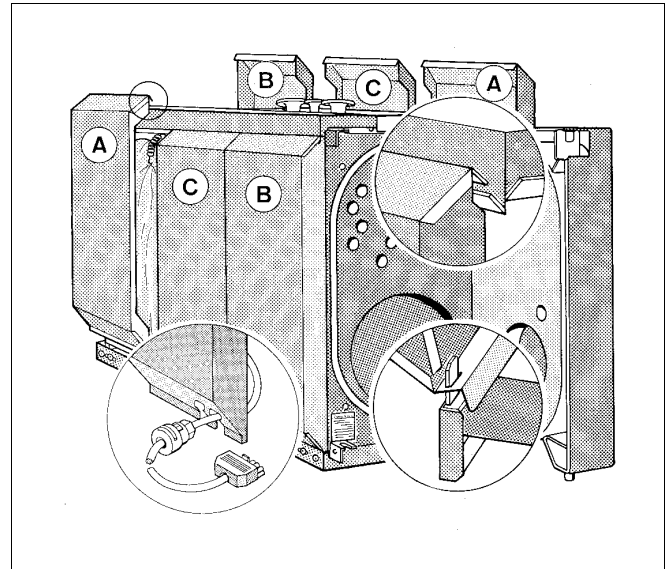

Abb. 14 Montage Brennerkabel
- Brennerkabel mit Zugentlastung von unten so in den Schlitz der Seitenwand einführen, dass die Zugentlastung in der Bohrung sitzt (Abb. 14).
- Durch Drehen der Kunststoffhülse Brennerkabel in der Zugentlastung feststellen (Abb. 14).
Die Buchstabenmarkierung auf den Seitenwänden beachten (Abb. 14).
Bei Kesselgröße 230 und 310 werden nur 2 Seitenwandteile montiert, das mittlere Seitenwandteil mit der Markierung „C“ entfällt (Abb. 14).
- Je 3 bzw. 2 Seitenwandteile rechts und links unten mit den Schlitz in die Laschen der seitlichen Rahmenleiste einsetzen und oben in die Abkantung der seitlichen Kesselhaube einhängen (Abb. 14).